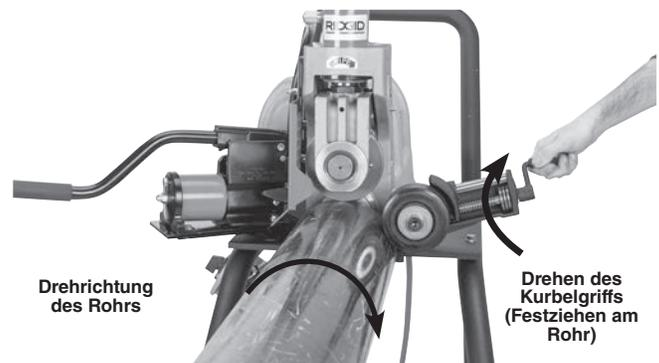

Abbildung 15 – Versetzen des Rohrs um $\frac{1}{2}^\circ$ (übertriebene Darstellung)
3. Drehen Sie den Kurbelgriff des Stabilisators, um die Rolle in Kontakt mit dem Rohr zu bringen. Drehen Sie den Kurbelgriff um eine weitere (1) Umdrehung, um die Rolle gegen das Rohr vorzuspannen (*Abbildung 15*). Greifen Sie nicht über das Rohr, um den Stabilisator einzustellen.
4. Stellen Sie sich so, dass Sie Maschine und Rohr kontrollieren können (*siehe Abbildung 15*).